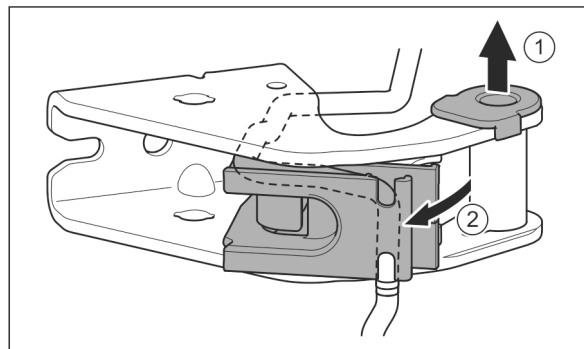

Fig. 24
- ▶ Lagerbuchse aus Führung ziehen. Fig. 24 (1)
- ▶ Kabelhalterung ausschwenken. Fig. 24 (2)